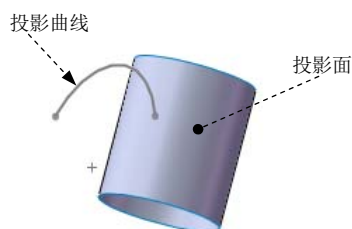

图 5.2.6 定义投影曲线
Step4. 定义投影曲线。选取图 5.2.6 所示的曲线为投影曲线。
Step5. 定义投影面。单击  列表框后, 选取图 5.2.6 所示的圆柱面为投影面。